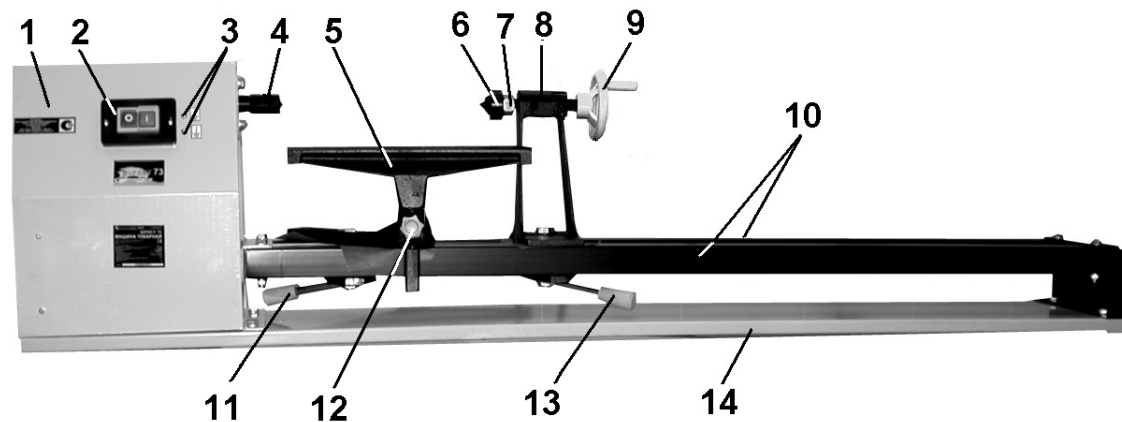

Рис. 2
- 7.1. Станок состоит из следующих сборочных единиц и деталей (Рис. 2):
8.1. Как показано на Рис.2, установите винт фиксации (2) подручника (5).
#### 9.3. Задняя бабка (Рис. 2)
#### 9.4. Подручник (Рис.2,7)